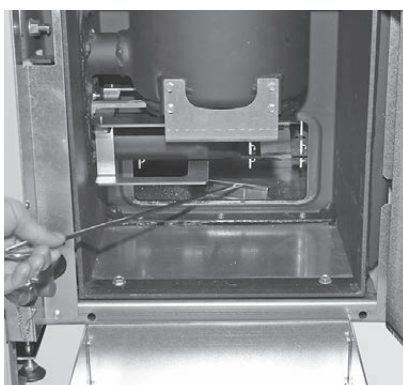

Fig. 43 Éliminer les cendres en dessous de la surface d'échange dans le cendrier
- ▶ Éliminer les cendres en dessous de la surface d'échange à l'aide du grattoir dans le tiroir à cendres – Fig. 43.